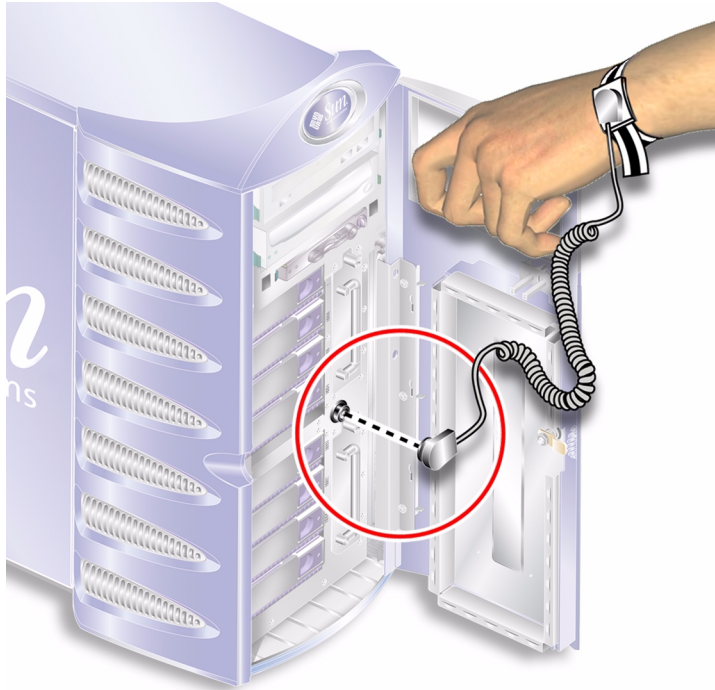

FIGURA 2-1 Morsetto di messa a terra elettrostatico del pannello anteriore
2. Fissare un'estremità della fascetta antistatica al morsetto di messa a terra situato sul pannello anteriore dietro lo sportello del server e l'altra estremità al polso. Il cavo di alimentazione funge da messa a terra per il server. Vedere la FIGURA 2-1.